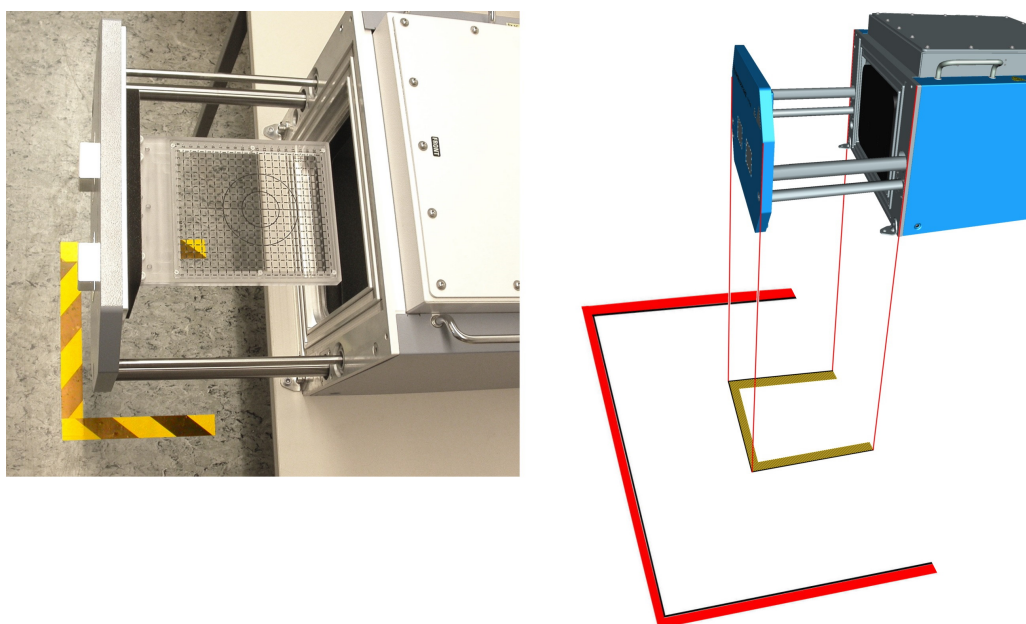

Figura 6-11: Zonas de acceso restringido marcadas en el suelo
El operador debe poder alcanzar fácilmente la unidad de control sin tener que entrar en la zona de la puerta (véase figura 6-11).
5. Marque la zona de la puerta en el suelo debajo de la puerta abierta de la cámara, como se muestra en figura 6-11.
8. Marque la zona de trabajo en el suelo a una distancia de 1 m fuera de la *zona de la puerta*. Véase el figura 6-11.